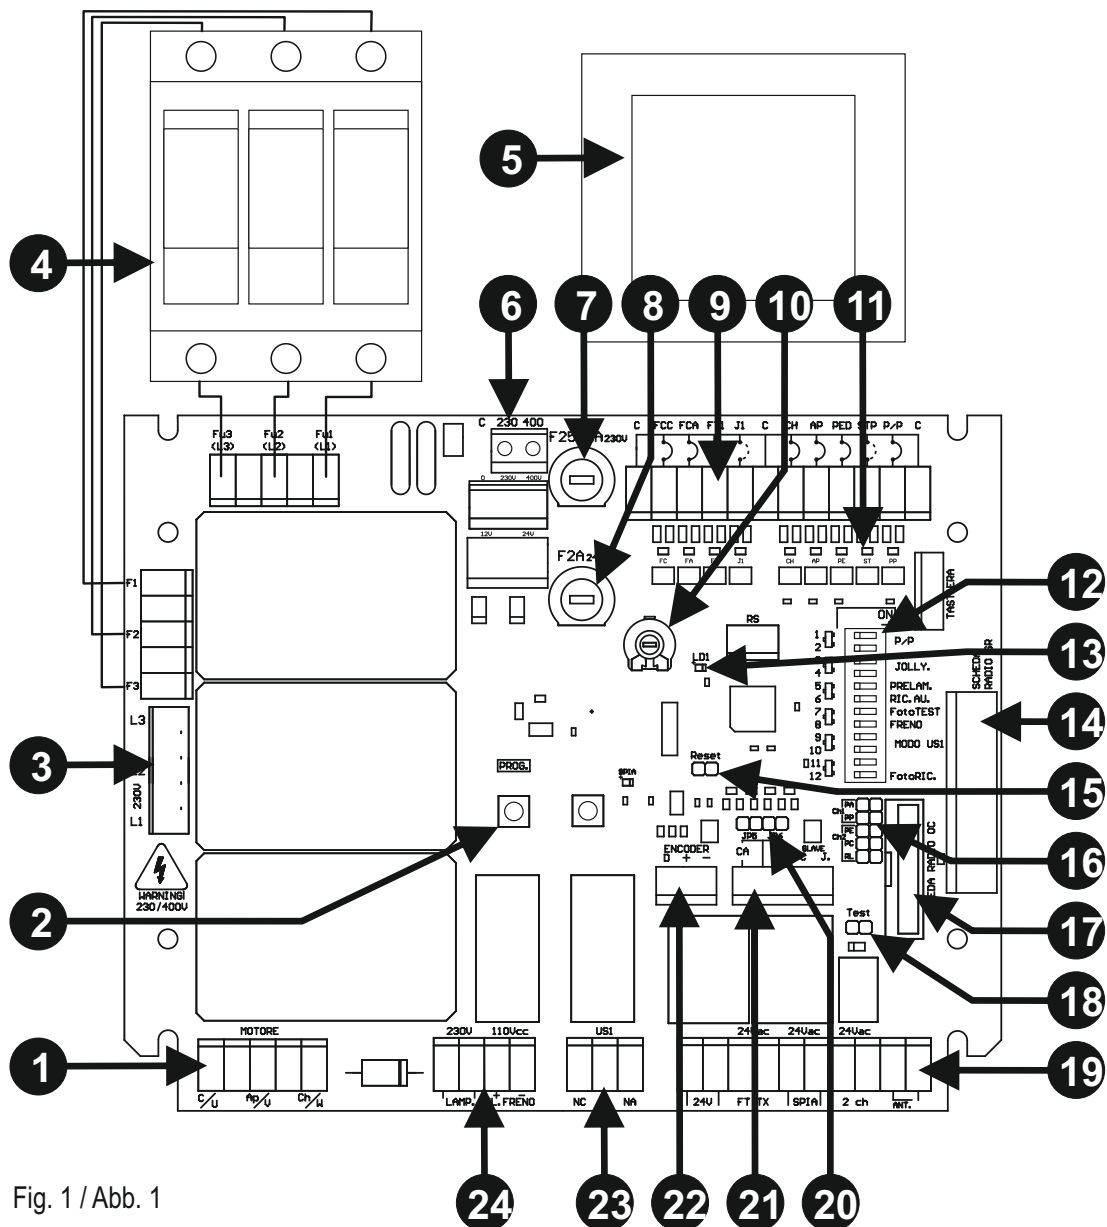

Fig. 1 / Abb. 1
Die beschriebenen Optionen können mit dem Dip-Switch der Funktionen (Det. 11 in Abb. 1) ausgewählt werden.
- 2) Ein Reset durchführen, dazu die Versorgung der Steuerung trennen und wieder herstellen oder die Pin RESET (Det. 15 auf Abb. 1) einen Moment lang kurzschließen. Die Taste PROG./STOP muss noch gedrückt sein.
- Als de fototest geactiveerd is en de besturingskast in stand-by staat krijgen de zenders van de fotocellen geen stroom toegevoerd en is de ingang FT1 open (led uit). In deze toestand kan de werking van de fotocellen eveneens gecontroleerd worden door de test jumper (det. 18 fig. 1) kort te sluiten.
### GEBRUIK ONTVANGER OC2 (deel 17 op afb. 1)